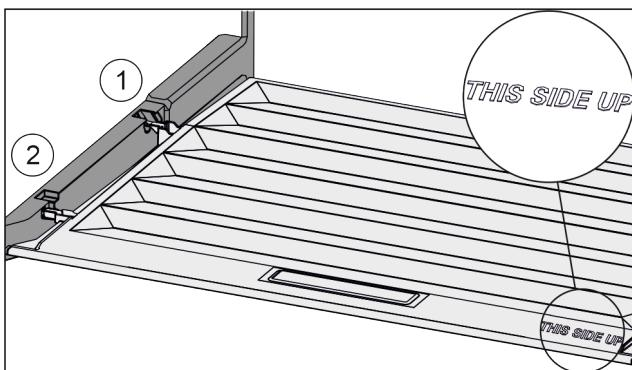

Fig. 55
- Пъхнете шийките на капака през отвора в задния държач Fig. 55 (1) и фиксирайте отпред в държача Fig. 55 (2).